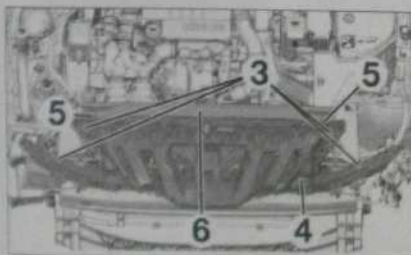

Fig. 63
- les vis (3) (Fig. 63),
- l'armature de bouclier avant (4),
- les vis (5) de la façade avant (5),